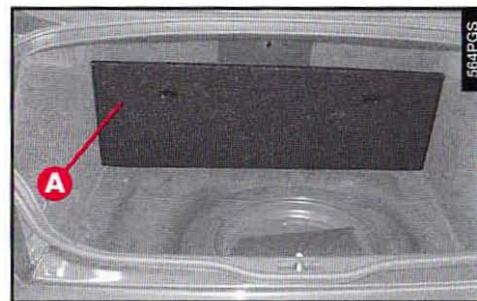

fig. 1
- Replier vers l'avant le tapis de revêtement du coffre (**A-fig. 1**).
— Replier le tapis de revêtement du coffre (**A-fig. 1**).